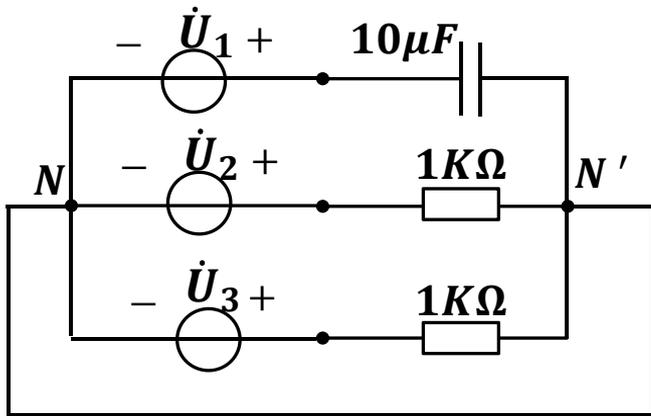
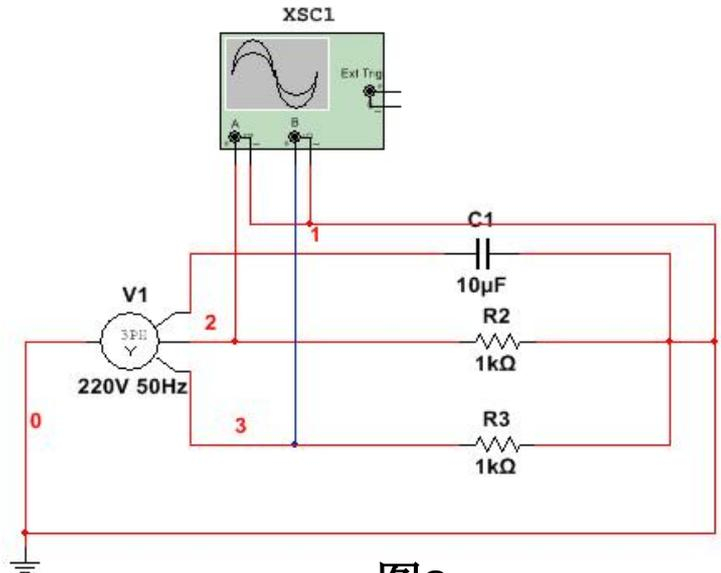

图7
图8
3) 中线的作用分析。三相四线制电路如图7所示，相电压的有效值为220V，频率为50Hz，仿真电路如图8所示，记录两路电阻负载的输出电压波形图，与实验任务2)中两路电阻负载的输出电压波形图对比，分析中线的作用。